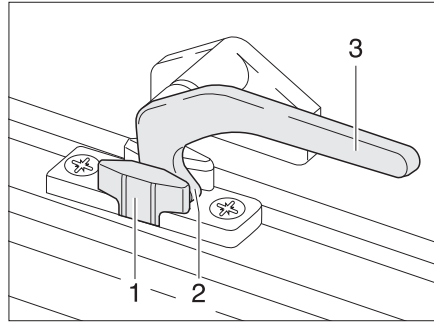
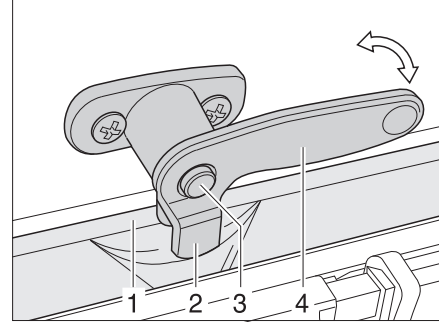

Bild 66 Låsarm i läget "Kontinuerlig vädring"
Bild 67 Låsarm med låsknapp i läget "Kontinuerlig vädring"
- I läget "Kontinuerlig vädring" (Bild 66)
- Tryck på låsknappen (Bild 67,3) om sådan finns och håll den nedtryckt.
- Sväng låsarman (Bild 66,3) resp. Bild 67,4) ett kvarts varv mot fönstrets mitt.
- Vrid tillbaka låsarman. Därvid måste låsspaken (Bild 66,2 resp. Bild 67,2) föras in i spåret på fönsterlåset (Bild 66,1 resp. Bild 67,1).